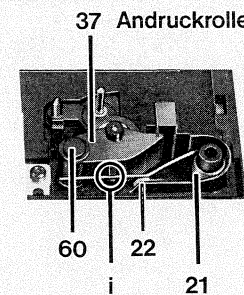

Abb. 10
16. Andruckrolle wechseln (Abb. 10)